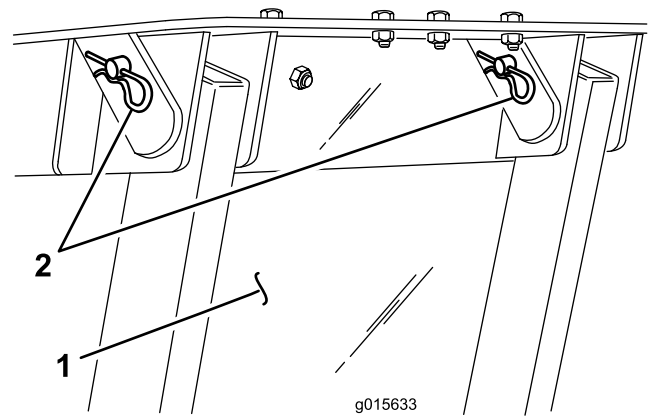

Bild 20
4. Befestigen Sie den Füllkasten mit zwei geschweißten Befestigungsstiften und Splints am Rahmen (Bild 20).
3. Schieben Sie den Füllkasten (Füllkasten-Abdeckung nach hinten) in den Seitenrahmen und fluchten Sie gleichzeitig die Befestigungslöcher im Füllkasten mit den Löchern im Rahmen aus (Bild 20).